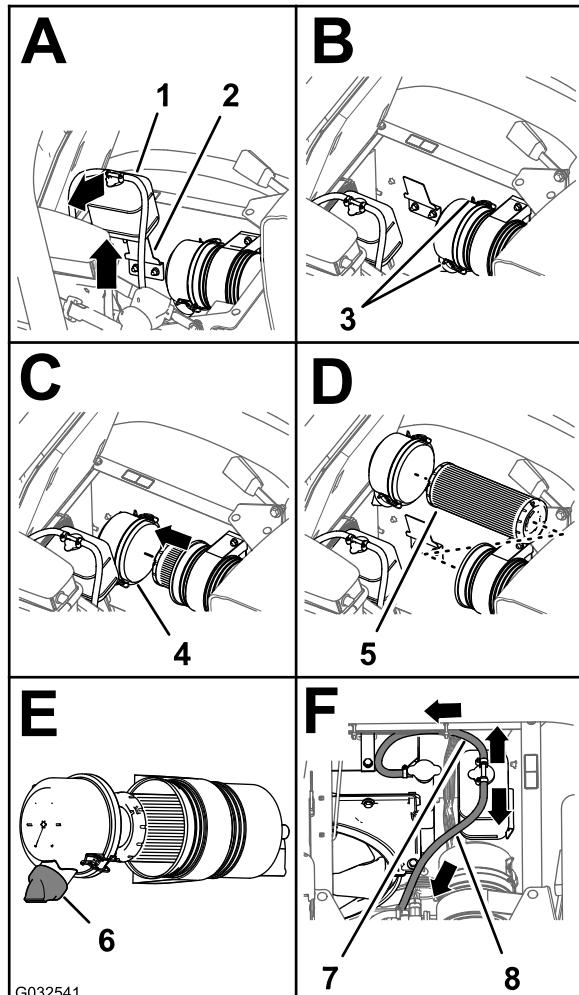

Figura 111
- Levante el depósito de expansión del refrigerante y retírelo del soporte del depósito (Figura 111).
- Abra los dos enganches que sujetan el tapón guardapolvo a la carcasa del limpiador de aire (Figura 111).
- Limpie el interior del tapón guardapolvo, la carcasa del limpiador de aire y la válvula de polvo con un trapo húmedo (Figura 110 y Figura 111).
- Instale el elemento del filtro de aire en la carcasa del limpiador de aire (Figura 111).
- Instale la tapa sobre el cuerpo del limpiador de aire y sujetela con los 2 enganches (Figura 111).
- Nota:** Asegúrese de que la válvula de polvo está alineada a una posición entre las 5 y las 7, vista desde el extremo (Figura 111).
- Alinee el depósito de expansión del refrigerante con el soporte del depósito y coloque el depósito firmemente (Figura 111).
Importante: Asegúrese de que la manguera de alivio de presión está enrutada hacia delante y hacia abajo, y que la manguera de ventilación está enrutada hacia atrás, según se muestra en Figura 111.